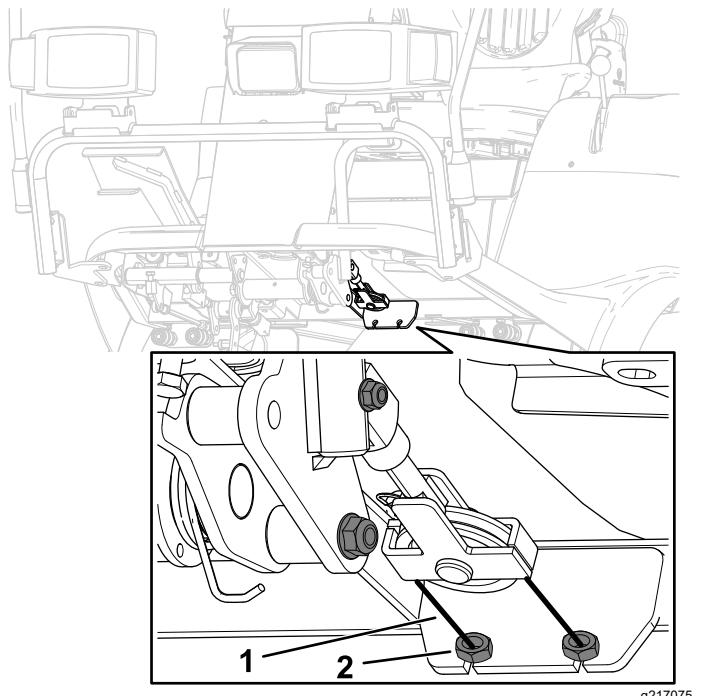

Рисунок 87
3. Если необходима регулировка, ослабьте переднюю и заднюю контргайки с каждой стороны тросов тормоза (Рисунок 87).